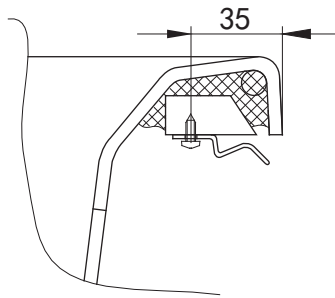

图1
- ①. 将浴缸本体翻转水平倒置。
- ②. 紧固金具的安装。用3个木螺钉 (ST4. 2*13) 固定1个紧固金具NTS215在木块上，共有4个紧固金具需要固定 (图1)。